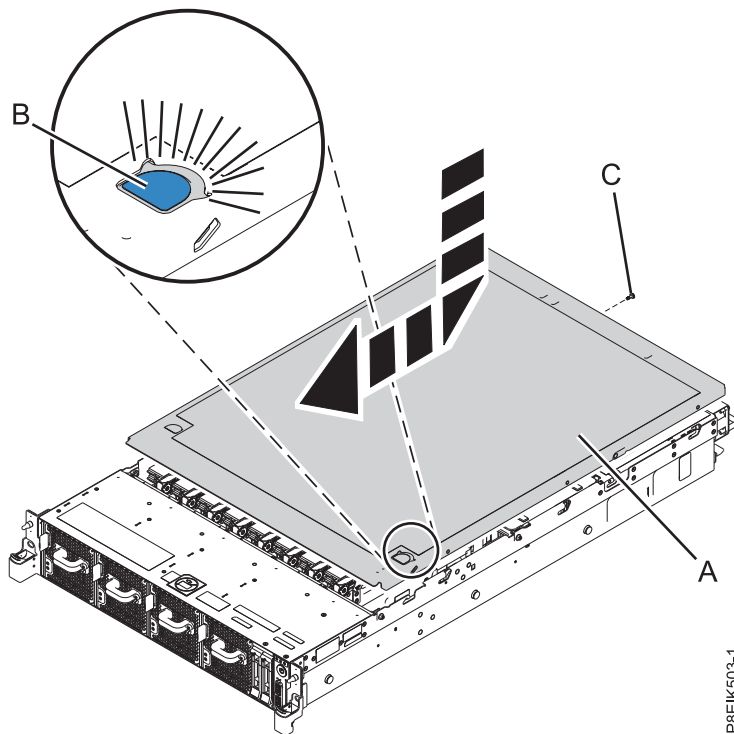

図 40. カバーの取り付け
1. カバーの位置合わせピンがシャーシのスロットにそろうように、カバー **(A)** をシステム装置の上に位置付けます。カバーをシステムの前面側へ、青色のリリース・ラッチ **((B))** が所定の位置にロックされるまでスライドさせます (図 40 を参照)。